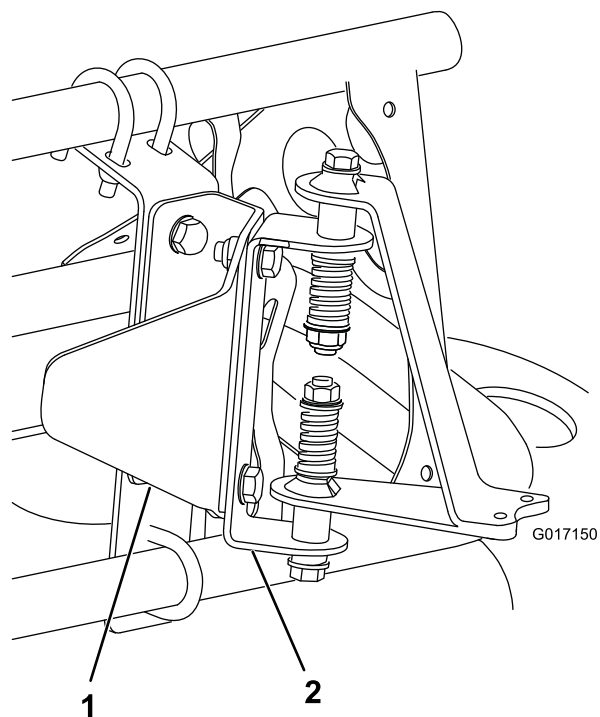

Figura 8
3. Instale los herrajes de montaje del sensor en el protector del sensor con 2 pernos (5/16 x 3/4 pulgada) y 2 contratuercas (5/16 pulgada) según se muestra en Figura 8 (brazo cubierto) o Figura 9 (brazo abierto).